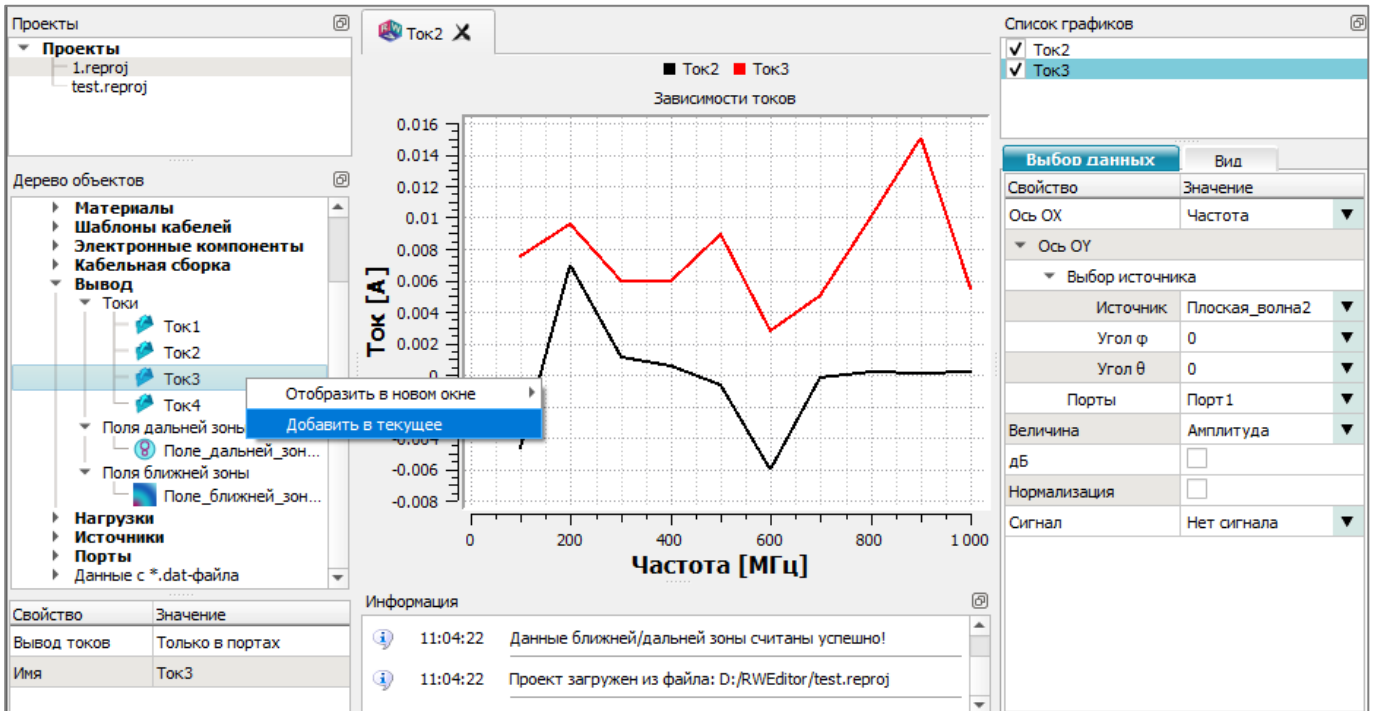

Рис. 207
18.8.1.4. Для вывода графика другого тока на проводе в этом же окне выполнить команду контекстного меню «Добавить в текущее» (рис. 207).